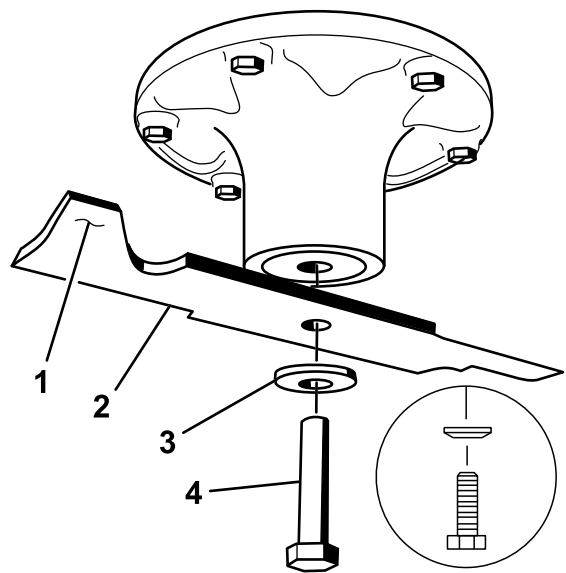

Figure 58
2. Enlevez de l'axe, le boulon, la rondelle bombée et la lame (Figure 58).
1. Placez la lame sur l'axe (Figure 58).
2. Montez la rondelle bombée (face concave vers la lame) et le boulon de lame (Figure 58).